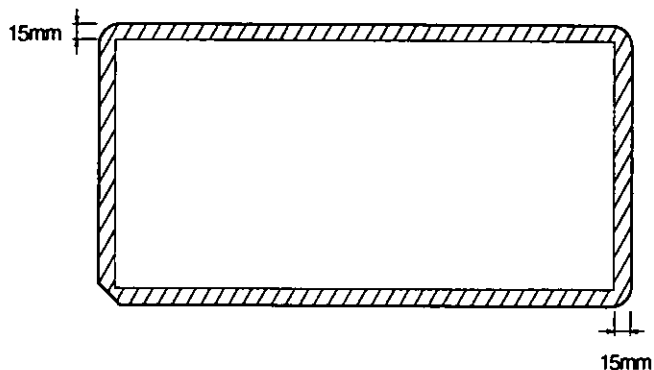

図3.4
- 5  $^3\text{H}$ 対応IPへサンプルをダイレクトに密着露光する場合、図3.4に示す斜線部 (IPの縁15mm) は必ず避けて下さい。